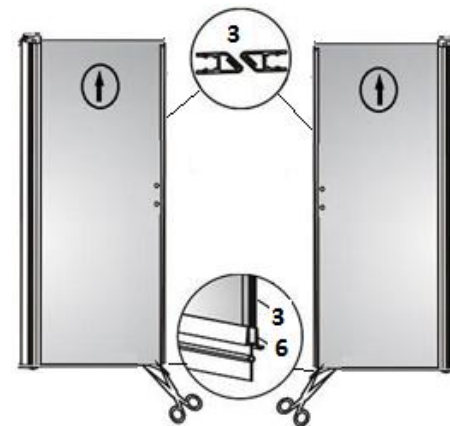

Рис. 3
3. Определите верхнее положение стекла душевого ограждения в соответствии с расположением стрелки ↑ на наклейке на стекле (рис.3). На сторону стекла, противоположную петле, наденьте магнитный уплотнитель /3/, магнит должен будет примыкать к магнитному уплотнителю на втором стекле.
На нижний край стекла наденьте уплотнитель /6/, обрежьте его до нужной длины (рис.3)